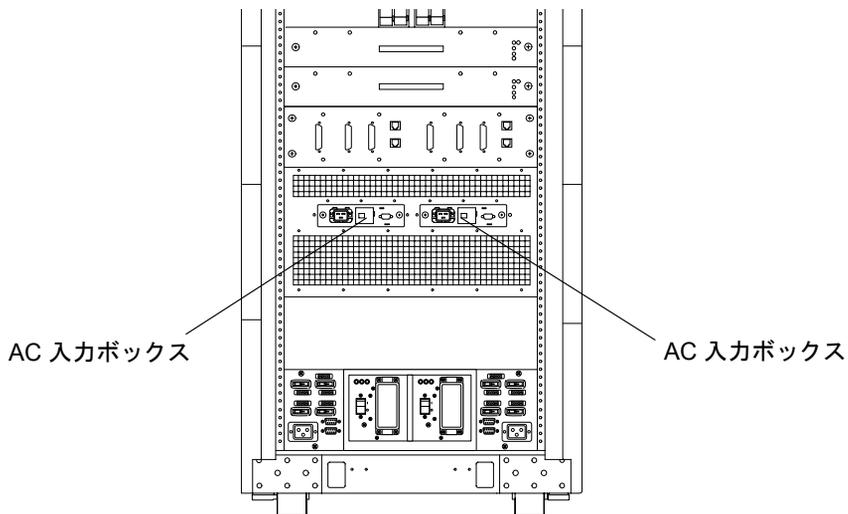
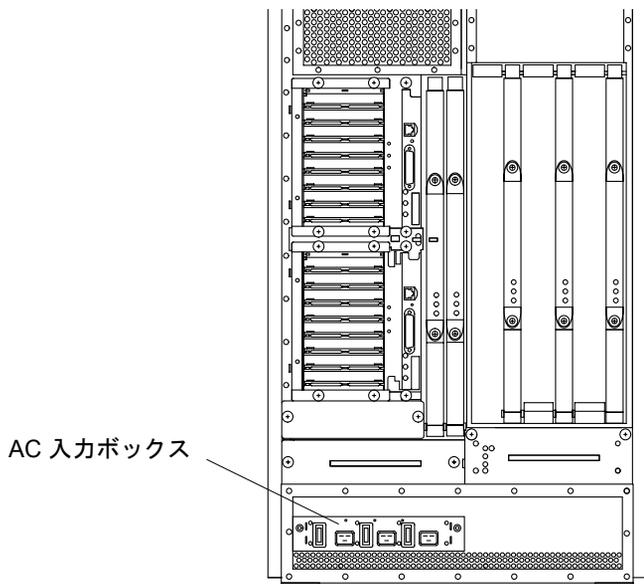

図 2-2 AC 入力ボックス — Sun Fire E6900 システム (背面図)
図 2-3 AC 入力ボックス — Sun Fire E4900 システム (背面図)
3. AC 入力ボックスの電源を切ります (図 2-2、図 2-3)。